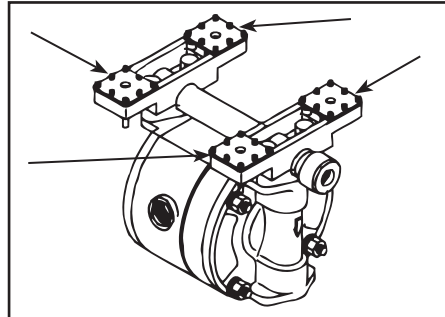

Figura 18
- Extraiga los 4 pernos de retención del distribuidor (o múltiple) de entrada y retire el distribuidor de entrada (consulte la Figura 18).